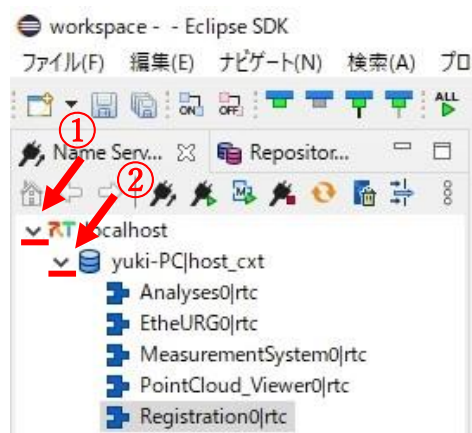
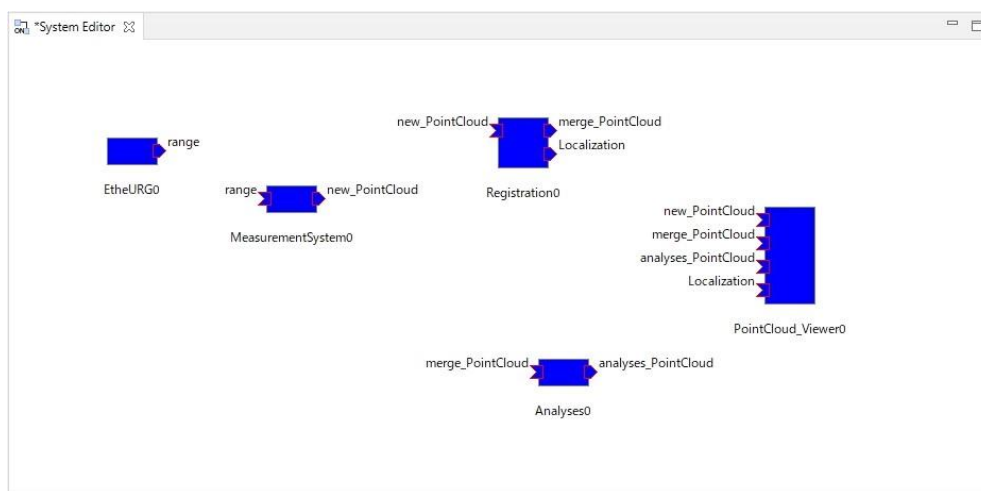

図 29 [Name Service View]内にある[localhost]と[[デスクトップ名]|host\_cxt]を開いた状態
図 30 [System Editor]上に配置された[[プロジェクト名]0|rtc]の配置例
- ⑩ 図 29 のように OpenRTP の[Name Service View]内にある[localhost]の左にある[>]をクリックし，[[デスクトップ名]|host\_cxt]の左にある[>]をクリックし，図 30 のように表示されたすべての[[プロジェクト名]0|rtc]を[System Editor]上にドラッグ & ドロップする．